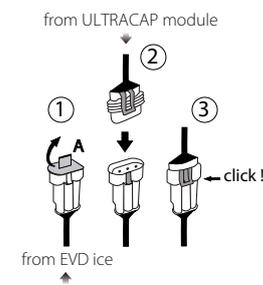

Fig. 4
- 2 Per EVD ice: togliere il cappuccio (A, fig. 4) del cavo proveniente dal driver, inserire completamente il connettore proveniente dal modulo Ultracap fino a udire "click".
- 2 For EVD ice: remove the cap (A, Fig. 4) on the cable from the driver, plug in the connector from the Ultracap module fully, until hearing a "click".